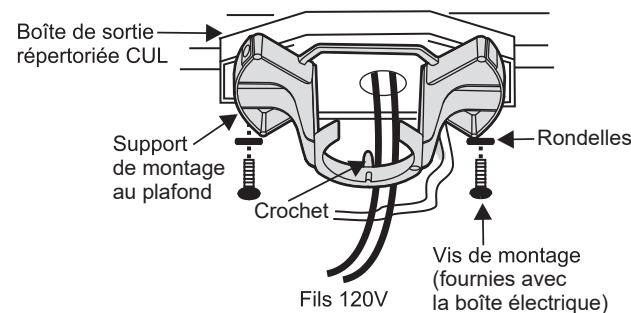

Fig. 6 Fig. 6
Étape 4. Passez les fils d'alimentation de 120 volts de la boîte de sortie du plafond au centre du support de fixation au plafond. (Fig. 6)
Étape 5. Fixez le support de montage au plafond à la prise de courant à l'aide des vis et des rondelles fournies avec celle-ci. (Fig. 6)